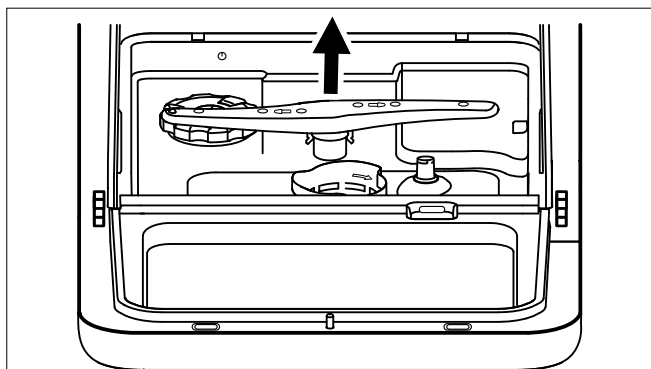

Fig. 25 – Extracción del brazo pulverizador
- ▶ Saque el brazo pulverizador (4) del interior del aparato para limpiarlo (véase Fig. 25) para limpiarlo. Para ello, elévelo un poco y extraígallo. Limpie el brazo pulverizador con agua corriente y compruebe que los orificios no estén obturados. A continuación, vuelva a colocarlo.